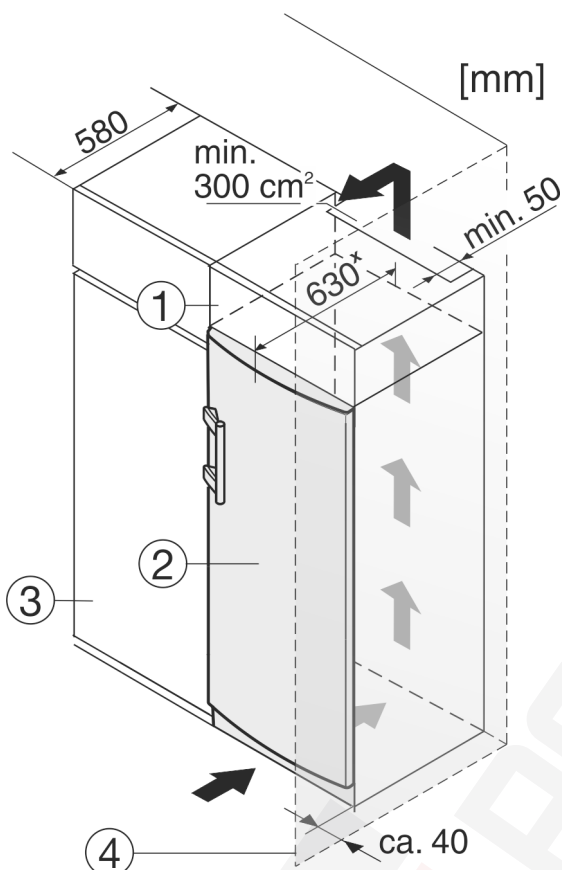

Fig. 12
- (1) Rátétszekrény (3) Konyhaszekrény
(2) Berendezés (4) Fal
A készüléket körbe lehet építeni konyhaszekrényekkel. Rá lehet szerelni Fig. 12 (2) egy rátétszekrényt, hogy a készüléket a konyhabútorok magasságához Fig. 12 (1) igazítsa.
Ha a készüléket konyhaszekrényekkel építi körül (max. 580 mm mélységben), akkor a készüléket közvetlenül a konyhaszekrény Fig. 12 (3) mellé is felállíthatja. A készülék oldalt 34 mm * mértékben áll előrébb a konyhaszekrény előlapjához képest, a készülék közepénél pedig 50 mm * mértékben.
Ha a készüléket a zsanérjaival a fal Fig. 12 (4) mellé állítja, akkor a készülék és a fal közötti távolság legalább 40 mm kell legyen. Ez a fogantyú túlnyúlásának felel meg, amikor kinyitja az ajtót.